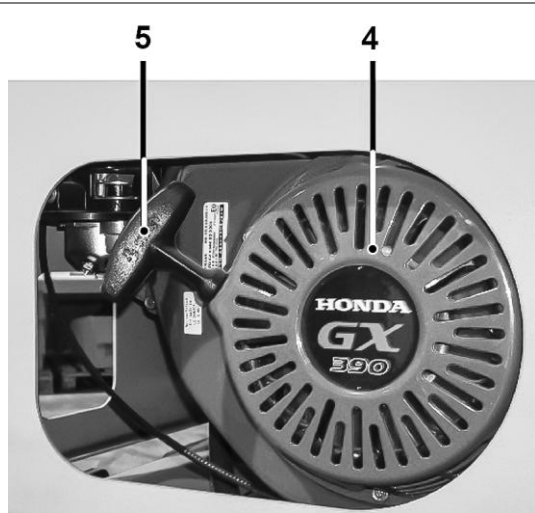

Рис. 29
8.5.5. Медленно потяните за рукоятку (5) шнура стартера двигателя (4) до тех пор, пока не почувствуете повышенное сопротивление шнура. Затем дерните шнур стартера на полный взмах руки. Не бросайте рукоятку (5) стартера. Плавно отпустите шнур. Повторяйте эти действия до окончательного запуска двигателя (4) (Рис. 29).